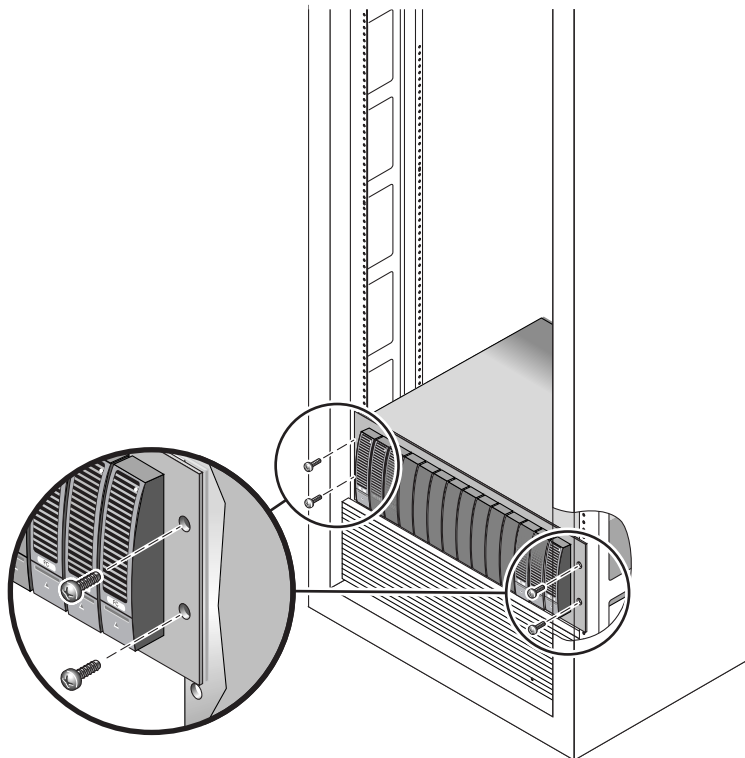

FIGURE 2-16 Fixation du boîtier à l'avant d'une armoire Sun StorEdge Expansion
- S'il s'agit d'une armoire Sun StorEdge Expansion, utilisez le tournevis cruciforme n°2 et serrez les quatre vis 10-32 (deux par côté) pour fixer le boîtier à l'avant de l'armoire (FIGURE 2-16).